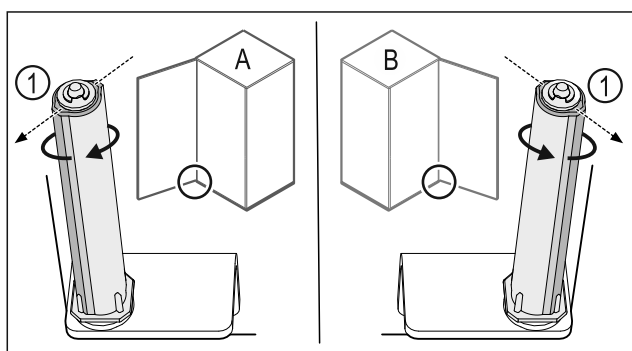

Fig. 23 Vänsterhängd (A)/högerhängd (B)
- Vrid låssystemet mot motståndet, tills låssystemets klack Fig. 23 (1) är vänd utåt.